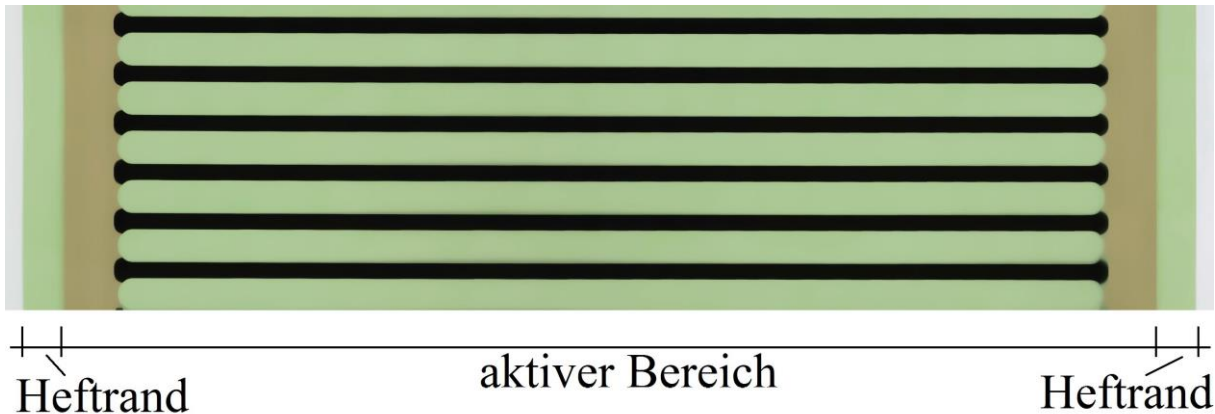

Abbildung 1.1: aktive Breite
- Die Heizfolie darf im aktiven Bereich (siehe Technische Daten, Seite 3, Abbildung 1.1) nicht beschädigt werden.